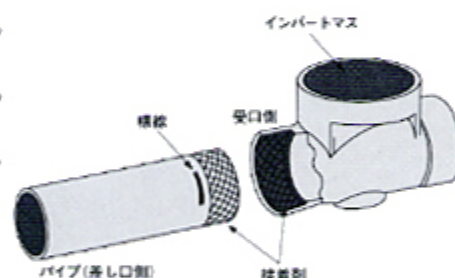

図13-2 接着剤の塗布
- 塩ビ管専用接着剤を受口内面と差し口外面に、刷毛で薄く均一に塗布します。(図13-2)